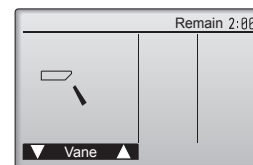

Fig. 7-4
- ② Tryck på [VÄLJ] så att skärmbilden Bladfunktion visas, och tryck sedan på [F1] och [F2] för att kontrollera den automatiska fläktbladsfunktionen. (Fig. 7-4)